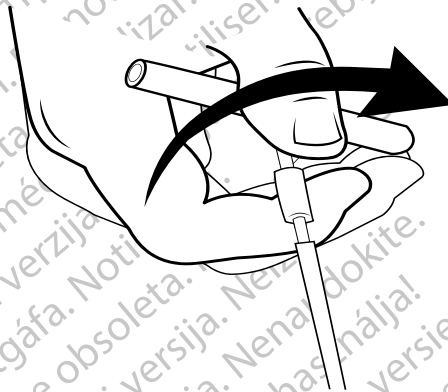

Рисунок 28. Снятие ручки инструмента для туннелизации
6. Когда кончик инструмента для туннелизации полностью обнажится, откройте и удалите ручку инструмента для туннелизации (Рисунок 28).